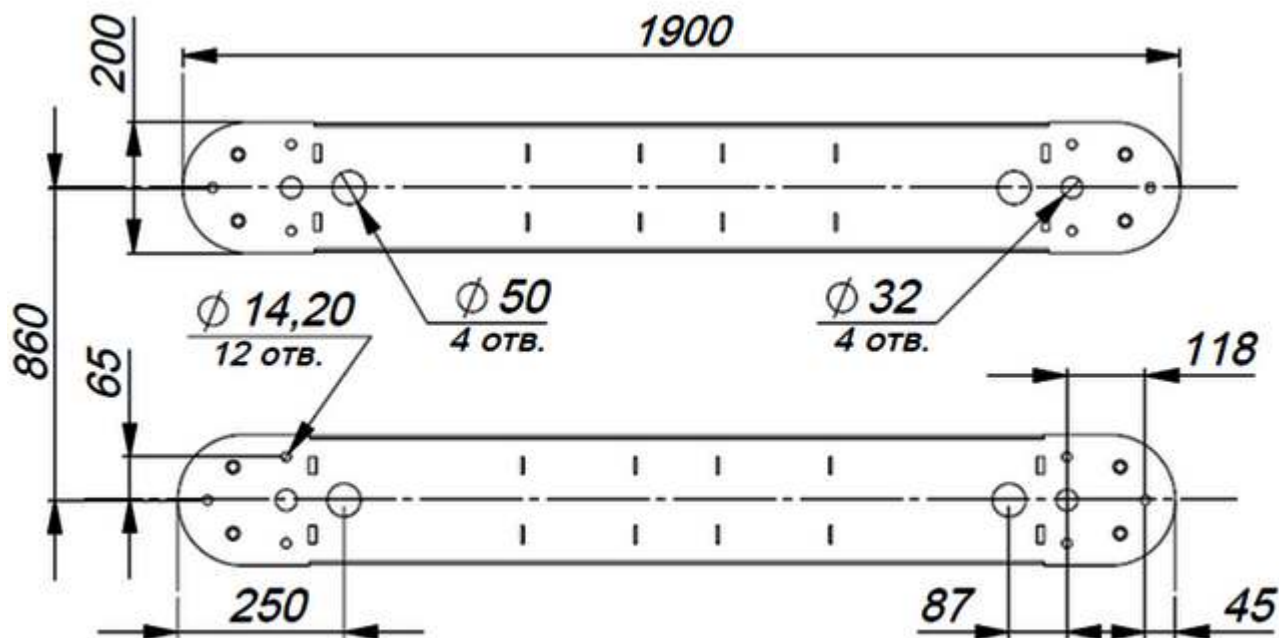

Рисунок 2 – Установочные размеры площадки турникета при ширине прохода 660 (900) мм
4.2.4 Рисунок 2 – подводу кабелей производить через отверстие диаметром 50 мм в нижних плитах модулей турникета.